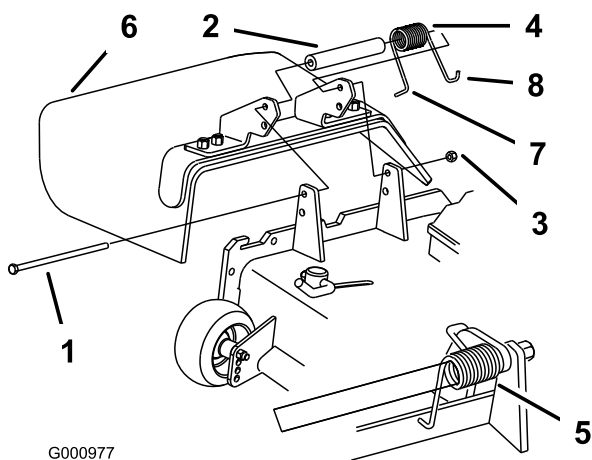

Figura 89
1. Retire la contratuerca, el perno, el muelle y el espaciador que sujetan el deflector a los soportes de pivote (Figura 89). Retire el deflector de hierba dañado o desgastado.
Nota: Asegúrese de colocar el extremo en L del muelle detrás del reborde de la plataforma antes de instalar el perno, según muestra Figura 89.
3. Instale el perno y la tuerca Coloque el extremo en **J** del muelle alrededor del deflector de hierba (Figura 89).